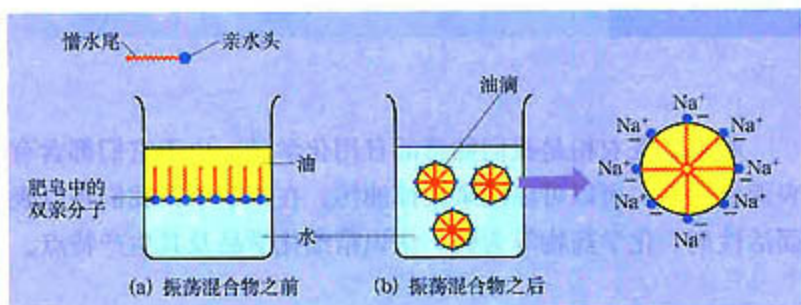
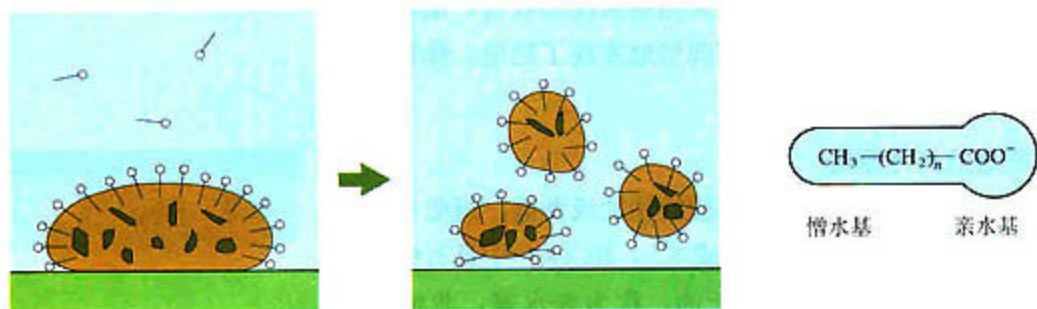

图 4-14 水包油示意图
图 4-15 肥皂去污原理示意图
3. 结合图 4-14 和图 4-15，用自己的语言描述肥皂的去污过程。